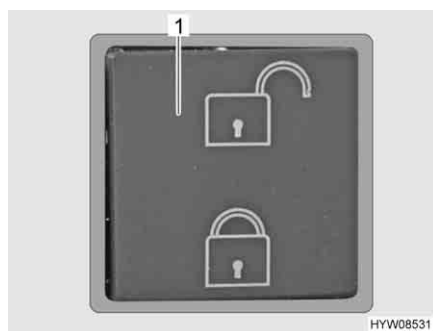

Fig. 72 Interruttore chiusura centralizzata per cassetti
- Premere la metà superiore del tasto (Fig. 72,1). I cassetti del blocco cucina sono sbloccati.
- Premere la metà inferiore del tasto (Fig. 72,1). I cassetti del blocco cucina sono bloccati.